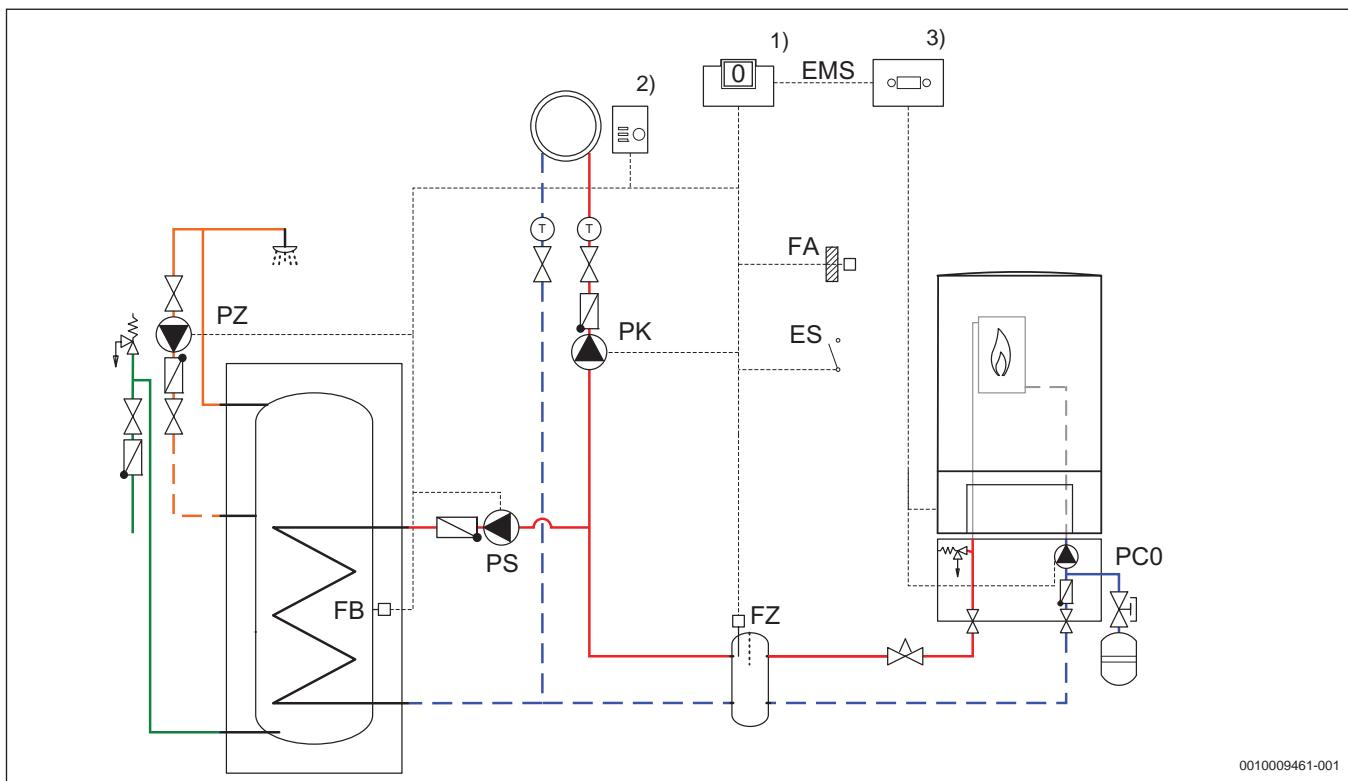

Рис. 20 Пример системы Logamatic 5313, альтернативно: приготовление горячей воды через 3-ходовой клапан
**Исключение:** для котлов с управлением через EMS-BUS (напр., Logamax plus GB162 или Logano plus GB125 с MC10), могут быть реализованы установки с гидравлической стрелкой и отопительным контуром без смесителя НКО. Дополнительный датчик температуры FZ находится в этом случае в гидравлической стрелке (→ рис. 20 и рис. 21, стр. 22).
Рис. 21 Пример системы Logamatic 5313, альтернативно: приготовление горячей воды через загрузочный насос бака-водонагревателя → рис. 20, стр. 20 (пояснение → гл. 5.5, стр. 34)